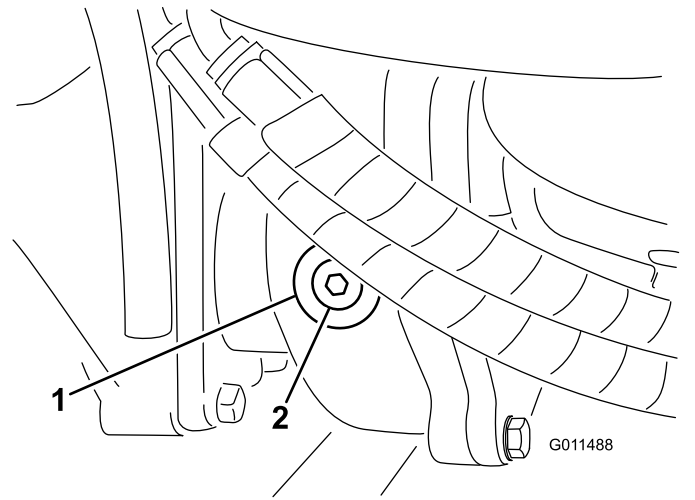

Figure 111
2. Enlevez le bouchon de contrôle/remplissage du côté gauche du boîtier d'engrenages (Figure 111) et vérifiez que le lubrifiant atteint la base de l'orifice. Si le niveau est bas, ajoutez suffisamment de lubrifiant pour rectifier le niveau.